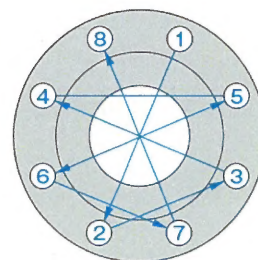

図5 対角締め手順
- ① 図5のように、対角位置にあるボルトを順番に締め付ける。
- ② 締付トルクは段階的に増加させ、（例えば目標締付トルクの10% → 20% → 60% → 100%）均等に締め付ける。
- ③ フランジ面間の隙間をノギスなどで対角に4箇所測定し、片締めしていないか確認する。